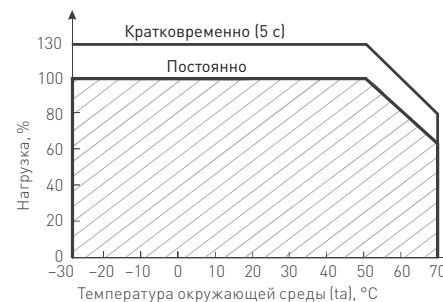

Рис. 2.
- Не нагружайте источник питания более чем на 80% от его максимальной мощности. Учитывайте, что с повышением температуры окружающей среды максимальная мощность источника питания снижается, см. график зависимости на рис. 2.